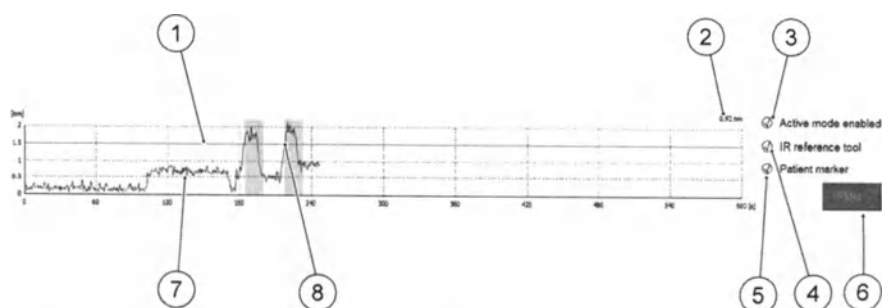

Рис. 5.37 График отслеживания IFMM
- 4 Если метка для инструмента работы с ИК-метками (3) или маркера пациента (4) не появляется (см. Рис. 5.37 ), выполните следующие действия.